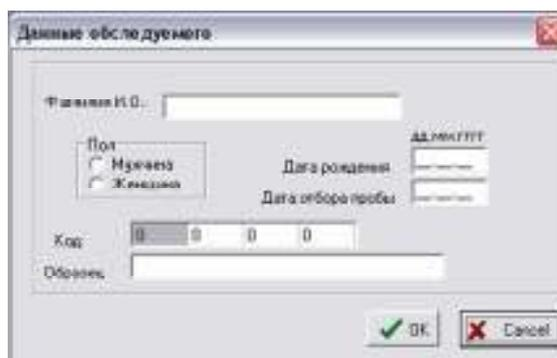

Рис. 19 Вид информационного окна «Данные обследования»
«**Сохранить спектр**» – открывает окно диалога сохранения измеренного спектра в формате «xxx.spe». В случае, если при измерении спектра форма «Данные обследуемого» (Рис. 19) была заполнена, в качестве имени файла программа предлагает использовать комбинацию фамилии обследованного и даты отбора пробы.
«**Старт**» – Запускает режим накопления спектра. При выборе данного пункта меню сначала открывается форма «Данные обследуемого» (Рис. 19). Перед началом измерений все поля формы должны быть заполнены. В поле «Образец» обычно присутствует информация о типе измеряемой биологической жидкости, соответствующая информации из поля «Образец» в главном окне программы. Поле «Код» позволяет производить кодирование
8.4.6 Нажать кнопку «Зарегистрировать спектр» Заполнить форму «Данные обследуемого» (Рис. 19) После заполнения всех полей окна нажмите кнопку ОК. Появится окно с накапливаемым спектром. Контролировать накопление по экрану в окне «Watch». В случае необходимости остановить накопление, нажав кнопку «Стоп» а затем продолжить нажав кнопку «Продолжить регистрацию».